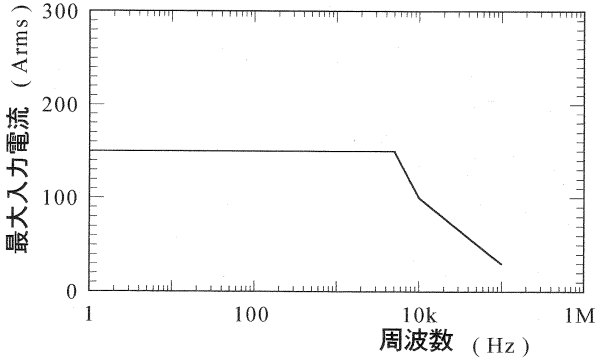

図 2 . 最大入力範囲
- ・最大入力範囲を超える電流を入力しないでください。最大入力範囲は測定電流の周波数によって異なります。（図2参照）
連続最大入力範囲：150A (図2参照)